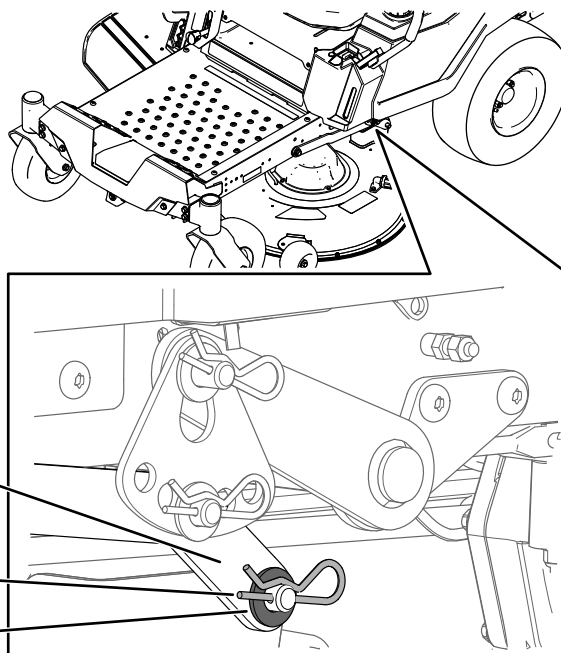

図 74
7. 機体の左右どちらかで、デッキピンからヘアピンコッターとワッシャを外す 図 74。
8. デッキピンから昇降アームを外す 図 74。
5. 機体の左右どちらかで、デッキ後部を持ち上げて昇降アームをデッキピンに取り付ける 図 74。
6. ワッシャとヘアピンコッターで昇降アームを取り付ける 図 74。